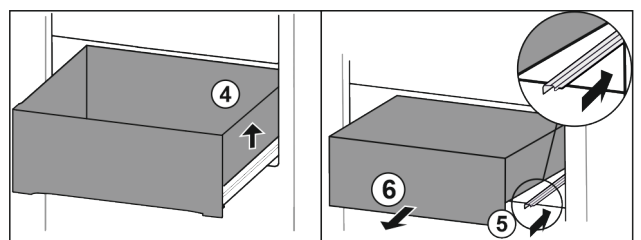

Fig. 90
- ▶ Dvignite predal desno. Fig. 90 (4)
- ▶ Vstavite desno vodilo. Fig. 90 (5)
- ▶ Predal vzemite ven v smeri naprej. Fig. 90 (6)